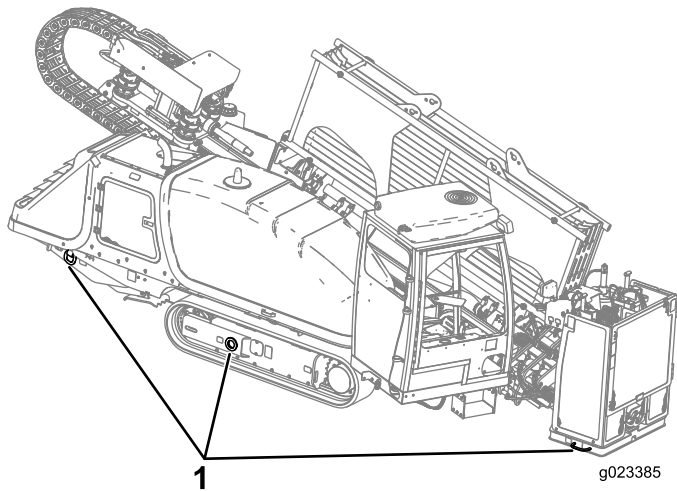

Figure 36
9. À l'aide de chaînes et d'attaches de capacité suffisante, accrochez à la remorque les anneaux des cadres des chenilles droite et gauche ainsi que de la plaque d'ancrage (Figure 36).